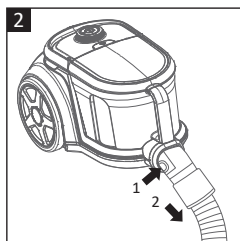

Fig. 2
- Appuyez sur le bouton de déverrouillage situé à l'extrémité du tuyau d'aspiration (6) pour déverrouiller et retirer le tuyau de l'aspirateur (**Fig. 2**).